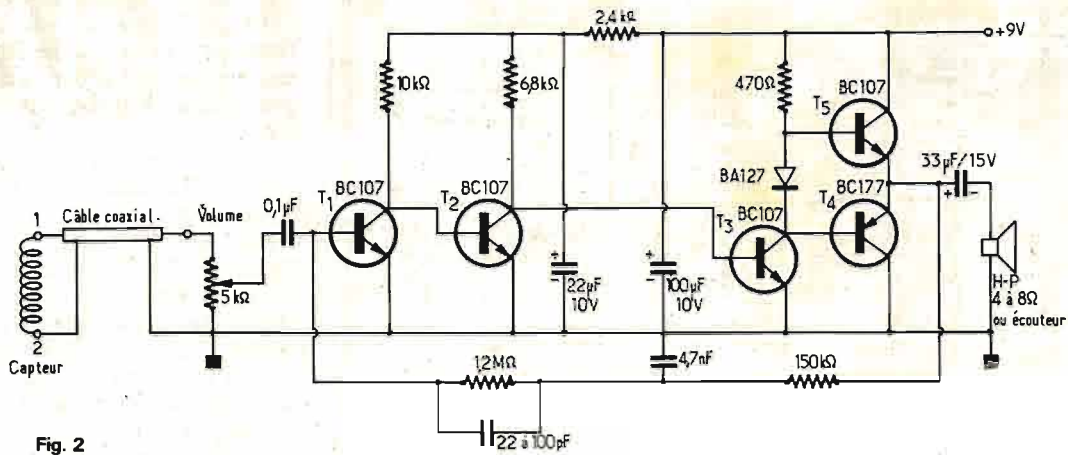

Fig. 2
**C**APABLE de reproduire par haut-parleur la voix de l'interlocuteur, l'appareil écrit permet soit de pallier à une éventuelle insuffisance d'amplification dans le cas d'une liaison à longue distance, soit une écoute par plusieurs personnes, soit encore la prise d'un enregistrement magnétique. Le montage de la figure 2, extrait d'un livre consacré aux montages électroniques d'actualité (1), a été conçu de façon qu'on puisse facilement transposer le schéma sur platine imprimée ou Veroboard. De plus, il travaille avec un contre-réaction suffisamment forte pour rendre négligeable l'influence de la dispersion de caractéristiques des transistors utilisés. Le montage a été étudié de façon à présenter une sensibilité minimale aux perturbations industrielles, et notamment à l'ondulation de 50 Hz, res-